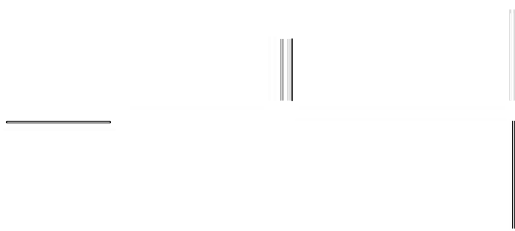

Fig. 10 Dimostrazione dell'assorbimento di luce mediante filtri colore (F = filtro colore, M = schermo in vetro smerigliato)
- Realizzare la struttura sperimentale come indicato in Fig. 10.